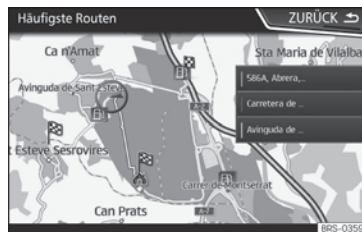

Abb. 224 Vorausschauende Navigation
- Auf dem Hauptbildschirm des Navigationsmenüs im Pop-up-Fenster die Taste **HÄUFIGSTE ROUTEN** antippen. Zur Anzeige der häufig gefahrenen Routen die Taste **In Karte anzeigen** antippen »» Abb. 224.